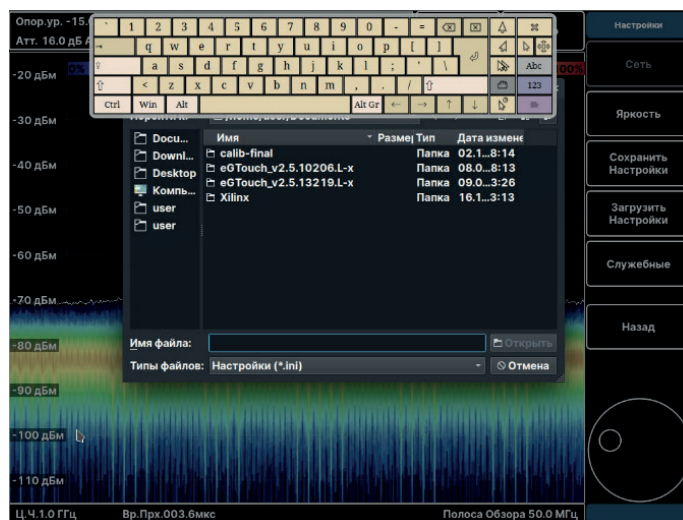

Рис.16. Вызов настроек из файла
- выберите путь к файлу настроек (Рис. 16);